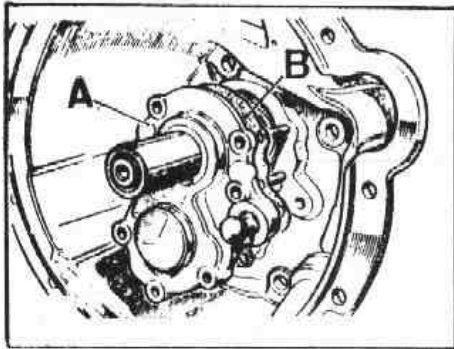

Fig. C-74 Desmontaje de la tapa delantera
- 1.6. Desmontar la tapa delantera, A (Fig. C-74) en unión de su junta, extrayendo previamente los elementos de fijación de la misma.
- 2.6. Montar un nuevo retén en la tapa, A (Fig. C-74) debiendo quedar el muelle compresor del labio de cierre hacia la caja de velocidades, y aplicar a dicho labio una capa de aceite SAE 90 EP.
- 2.7. Aplicar una capa de compuesto sellador Hermetical 600 en ambas caras de la junta, B (Fig. C-74) y montar la tapa, apretando las tuercas de 5/16" al par de 1,75 a 2,25 mkg y los de 1/4" de 0,80 a 1,10 mkg.